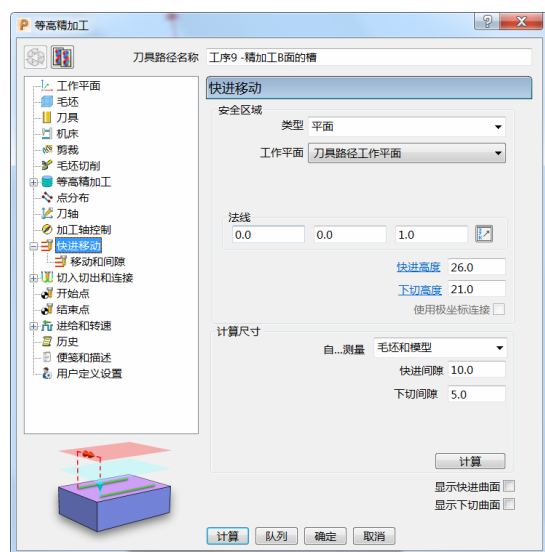

图 6-81
- 6) 快速移动：安全区域类型选择“平面”，工作平面选择“刀具路径工作平面”，法线设定为 (0.0, 0.0, 1.0)，设定快进间隙“10.0”、下切间隙“5.0”，然后单击“计算”按钮。（图 6-81）